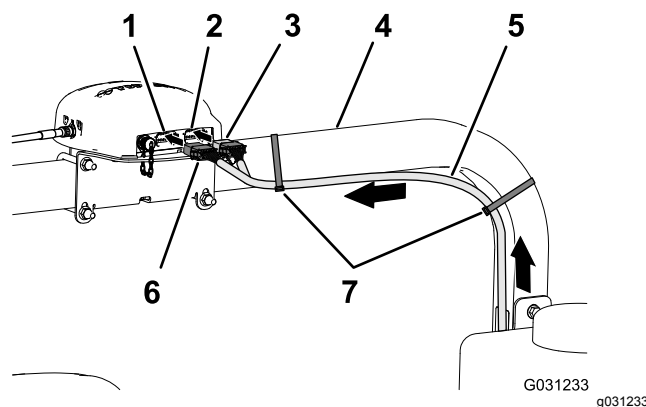

Figura 166
- Disponete la diramazione di 390 cm del cablaggio dati lungo il tubo destro del ROPS con il connettore a 12 prese (grigio) e il connettore a 12 prese (nero) in alto, verso il ricevitore di navigazione (Figura 166).
7. Fissate la diramazione di 390 cm del cablaggio dati al tubo destro del ROPS con 2 fascette per cavi, come illustrato nella Figura 166.